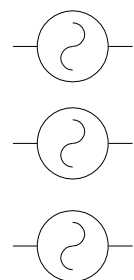

Рис. 1.6
*Выделить 3 источника ЭДС (рис. 1.6)*